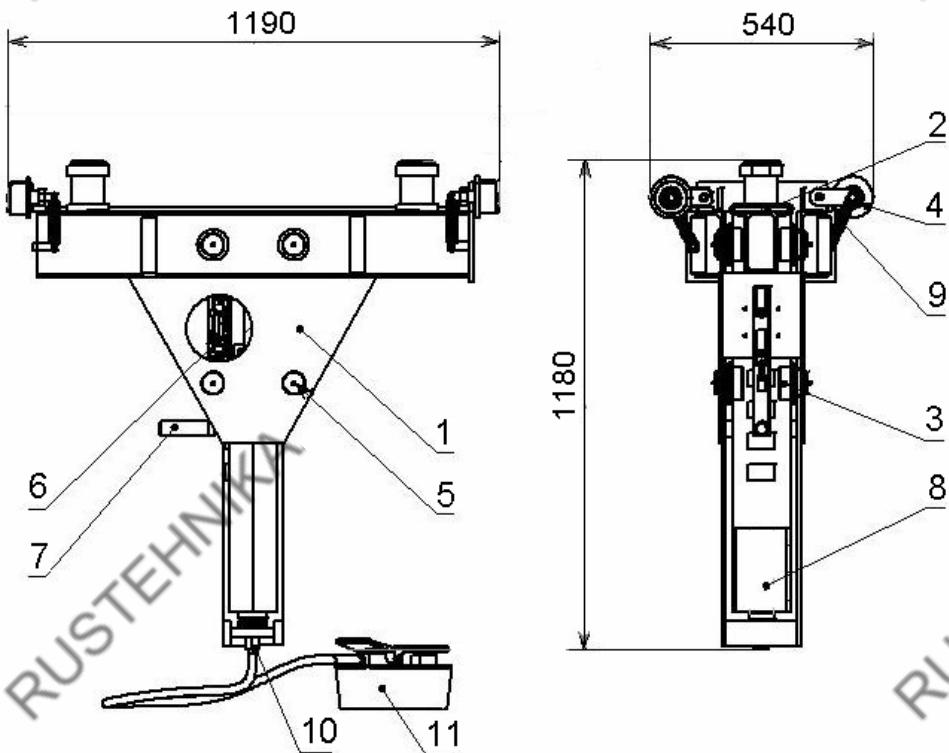

Рис. 1
4.1. Подъемник ПНК-10 (см. Рис.1) состоит из рамы 1, перемещающейся вдоль канавы на подпружиненных роликах 4, траверсы 2 перемещающейся вертикально в направляющих роликах 3. Неподвижность подъемника в канаве, в рабочем положении, обеспечивается за счёт деформации пружин 9 роликов 4 под весом поднимаемого автомобиля.